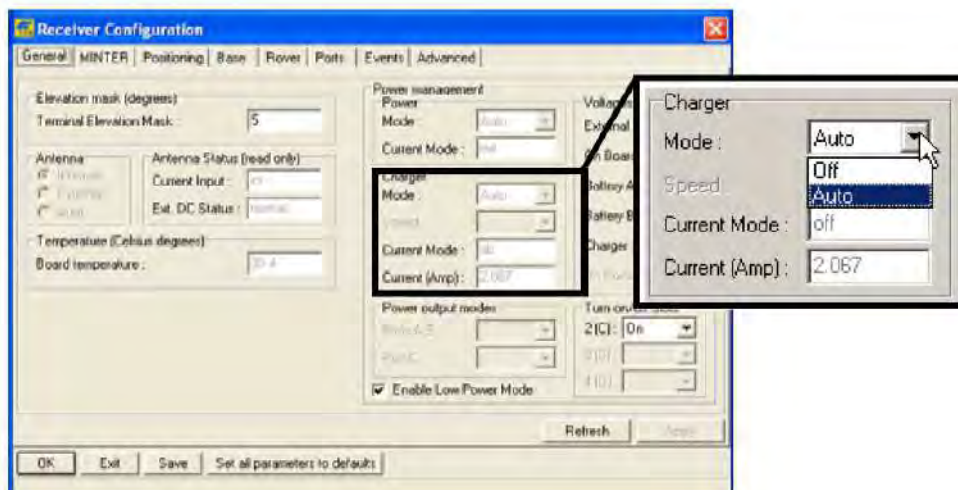

Рисунок 2-10. Выбор режима зарядного устройства
4. В области *Charger* (*Зарядное устройство*) щелкните на выпадающем списке *Mode* (*Режим*) и выберите в нем нужный режим зарядки (см. рис. 2-10). Поле *Current Mode* (*Текущий режим*) указывает на заряжающуюся батарею: а, в или off (батареи не заряжаются).